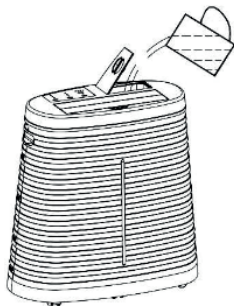

fig. 2.1
2. Odblokuj zbiornik i wysuń go (Rysunek 2.1).